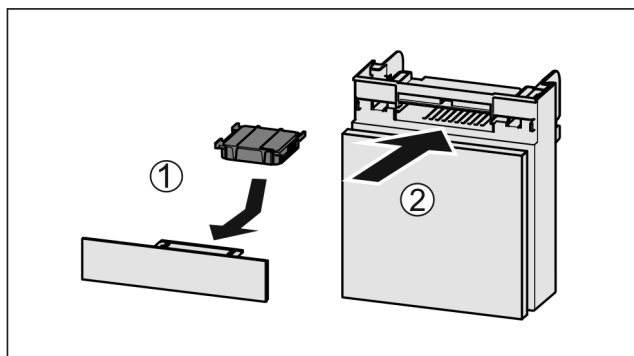

Fig. 115
- ▶ Aktivkohlefilter nach Abbildung einsetzen Fig. 115 (1).
- ▶ Fach einschieben Fig. 115 (2).